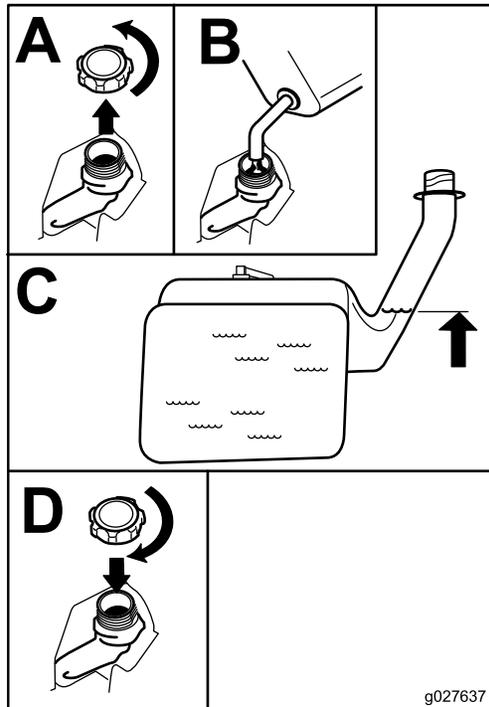

Figure 7
2. Versez **lentement** de l'essence sans plomb ordinaire jusqu'à ce que le niveau atteigne la base du goulot de remplissage (Figure 7).